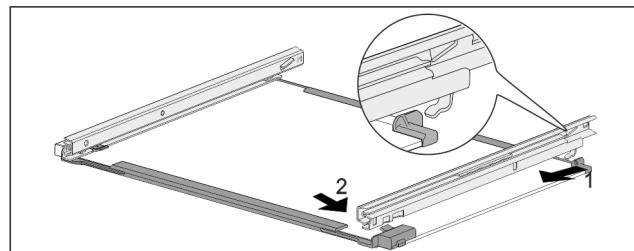

Fig. 158 Стъклена плоча с релси
- Закачете релсата отзад. Fig. 158 (1)
- Фиксирайте релсата отпред. Fig. 158 (2)